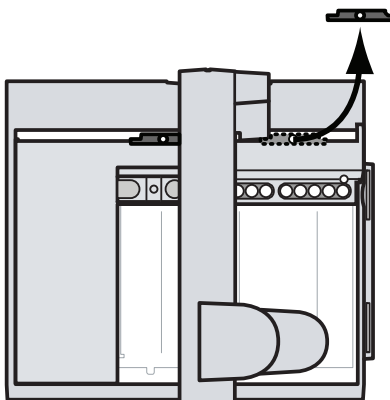

Figura 6 Extracción de las dos piezas de la abrazadera de transporte de plástico
- 3 Extraiga las dos piezas de la abrazadera de transporte de plástico de la bandeja de muestras y deséchelas (Figura 6)